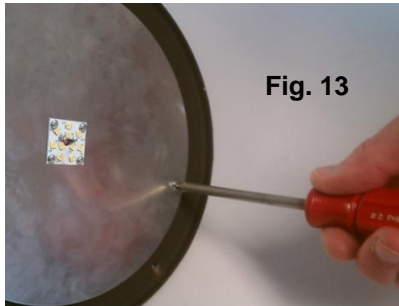

Fig. 13
10. Coloque la PLACA DE LED sobre la CUBIERTA usando los TORNILLOS DE LA PLACA (Fig. 13/14).
4. No toque los LEDs. Retire los TORNILLOS DE LA PLACA y separe la PLACA DE LED de la CUBIERTA. (Fig. 13/14)